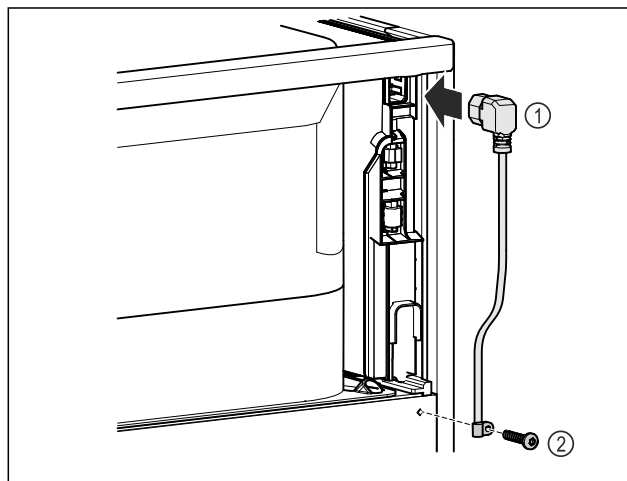

Fig. 9
- ▶ Ievietojiet tīkla pieslēguma vada vājstrāvas ierīces ligzdu Fig. 9 (1) ierīces aizmugurē.
- ▶ Uzstādiet nostiepuma atslogošanas palīgierīci. Fig. 9 (2)